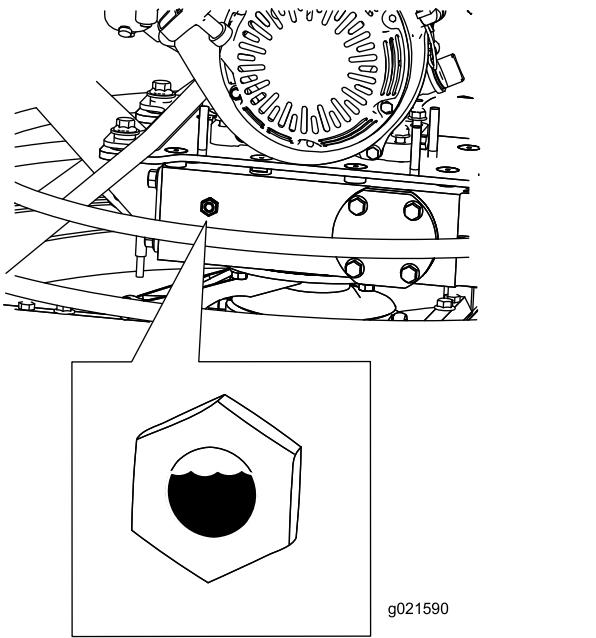

Figure 20
**Remarque:** Le niveau d'huile doit monter au 3/4 de l'indicateur de niveau du bouchon (Figure 20).